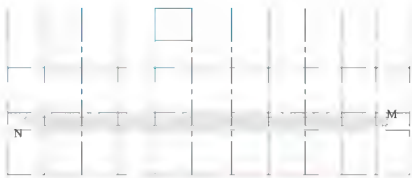
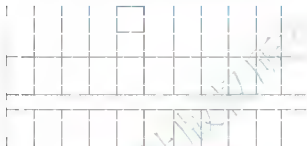

图 2.31 用交叉选的方法选择被剪切的对象
图 2.32 修剪走道内的轴线
② 在选择要修剪的对象, 或按住 **Shift** 键选择要延伸的对象, 或 [栏选(F)/窗交(C)/投影(P)/边(E)/删除(R)/放弃(U)] : 提示下, 执行交叉选 (从 M 点向 N 点拉窗口) 如图 2.31 所示, 将图形修剪成图 2.32 所示的状态。